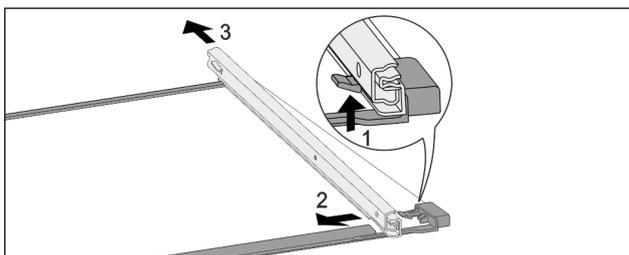

Fig. 110 Ripiano in vetro con guide
- Premere il gancio di fermo anteriore verso l'alto. Fig. 110 (1)
- Far scorrere la guida estraibile di lato Fig. 110 (2) e verso il lato posteriore Fig. 110 (3).